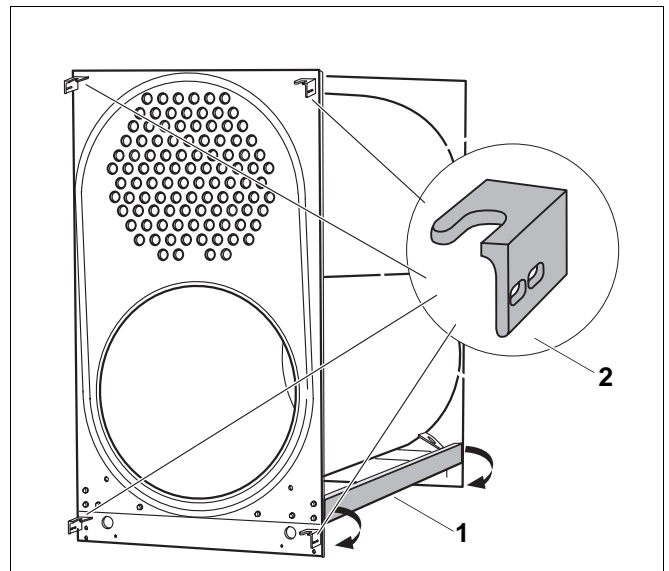
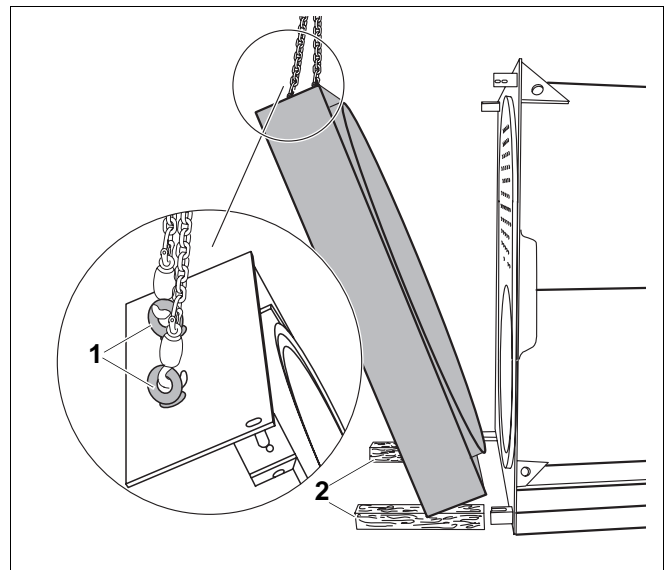

Abb. 2 Montage U-Profile
Abb. 3 Montage Kesseltür
- Vorderwand unten ebenfalls anschrauben. Die Scharnierwinkel weisen dabei nach vorne (Abb. 2, Pos. 2).
- U-Profile zwischen Vorder- und Rückwand aus oberer Position demontieren und in unterer Position wieder anschrauben (Abb. 2, Pos. 1).
- Die Tür an der Oberseite an den 2 Bohrungen mit 2 Ringschrauben M24 an Kran oder Flaschenzug anhängen (Abb. 3, Pos. 1) und die Tür aus liegender Position zur Kesselvorderwand hin aufstellen. Die Unterkante der Tür dabei mit Kanthölzern unterbauen (Abb. 3, Pos. 2). Darauf achten, dass sich alle 4 Scharnierbolzen in den Aussparungen der Scharnierwinkel (Abb. 2, Pos. 2) befinden.